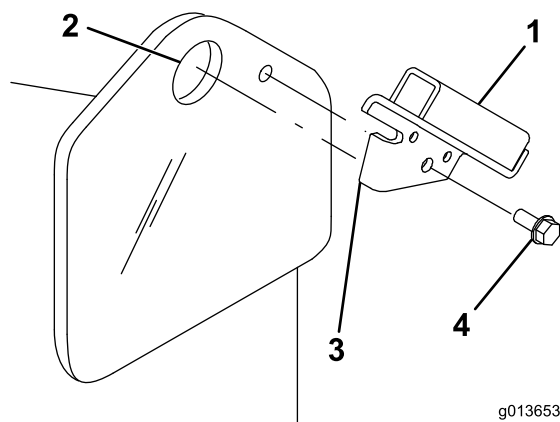

Figura 3
1. Introduceți proeminența pe consola scutului în orificiul punctului de ridicare de pe unitatea de traciune cu orificiul din consolă aliniat cu orificiul mic din cadrul unității de traciune (Figura 3).
Notă: Există o consolă dreaptă și o consolă stângă. Asigurați-vă că instalați consola corect pe fiecare parte. Proeminența trebuie să fie în orificiul punctului de ridicare, iar consola trebuie să fie în afara cadrului (Figura 3).
2. Fixați consola pe cadru cu un urub cu autofiletare (Figura 3).